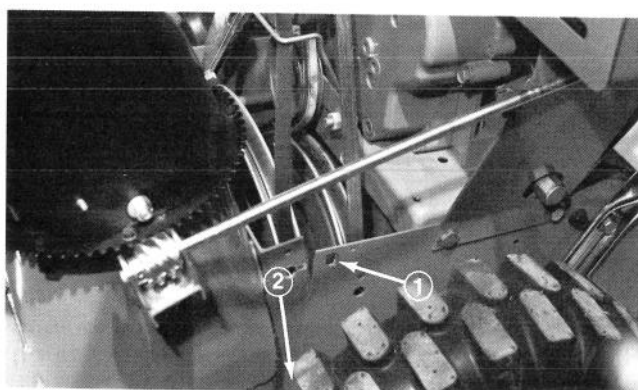

Fig. 33
3. Fjern de to øverste flangeskruer og løsn de to nederste låsemøtrikker, der holder indsamlingsskruens hus og trækenheden sammen-spændte (Fig. 33).
5. Sammenspænd indsamlingsskruens hus og trækenheden ved at sætte hullerne i toppen ud for hinanden og skru de to flangeskruer i (Fig. 33). Spænd de to flangeskruer og de to nederste låsemøtrikker (Fig. 33).